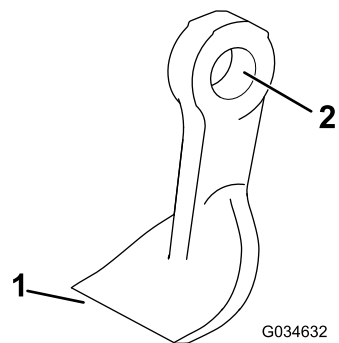

Figura 78
3. Inspeccione cada cuchilla en busca de daños, prestando especial atención a las fijaciones, el filo de corte y el orificio de sujeción (Figura 78). Sustituya cualquier cuchilla o fijación que esté dañada.